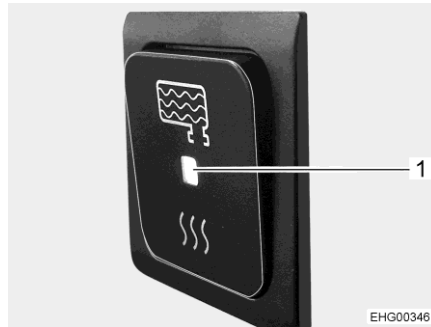

Bild 68 Till/från-brytare, påslagen
När till/från-brytaren på styrningen är påslagen (Bild 68), kopplas avloppstanksuppvärmesystemen automatiskt på så snart utetemperaturen faller under 0 °C. Avloppstanken är därmed skyddad mot frost.
- Tryck nedtill på till/från-brytaren. LED-indikatorn (Bild 68,1) lyser.
- Tryck uppåt på till/från-brytaren. LED-indikatorn (Bild 68,1) slocknar.